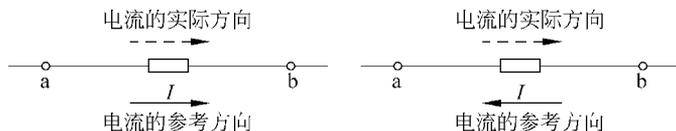

图 1-3 电流的参考方向与实际方向的关系
(1) 电流的实际方向: 正电荷运动的方向。
(2) 电流的参考方向: 电路分析计算时,人为规定的电流方向。可用带箭头的直线表示,如图 1-3 所示;也可用双下标表示,如  $i_{ab}$  表示电流的参考方向由 a 指向 b。
(3) 实际方向与参考方向的关系: 根据参考方向分析计算电流时, 若所得结果为正 ( $I > 0$ ), 说明电流的实际方向与参考方向相同; 若所得结果为负 ( $I < 0$ ), 说明电流的实际方向与参考方向相反。